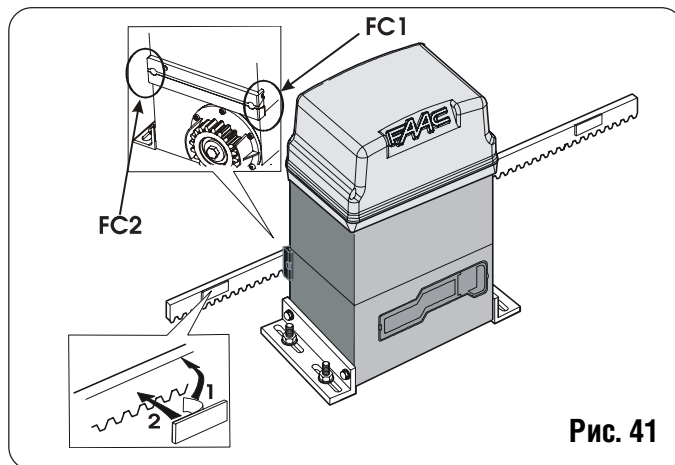

Рис. 41
Блок 746 имеет концевые выключатели крайних положений, которые определяют остановку ворот в крайних положениях. Устройство может быть магнитным (рис. 41) или индуктивным (рис 42).
- 10) Почистить места крепления рейки, снять клейкую пленку с магнитов (рис. 41 поз. 1)Б установить магниты на рейку (рис. 41 поз. 2).